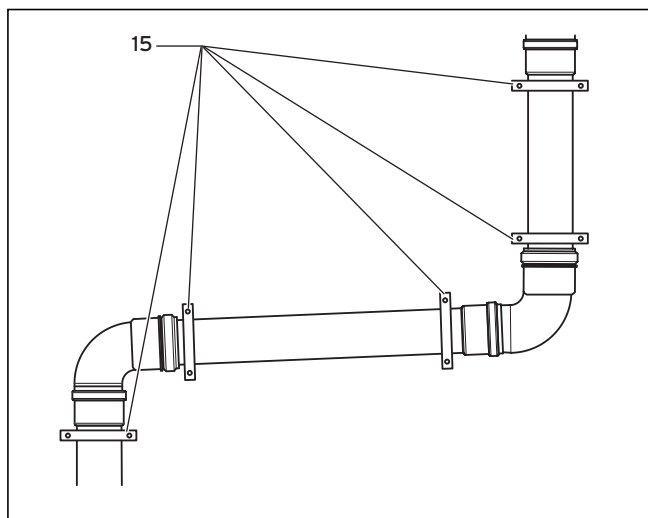

Fig. 7.8 Ejemplo de fijación de un conducto de evacuación de gases con codo de 87°
Utilice por cada prolongación siempre una abrazadera (15) justo al lado del manguito. Después de cada desvío de 87° debe montarse otra abrazadera (15) en la prolongación, véase fig. 7.8 y 7.9.